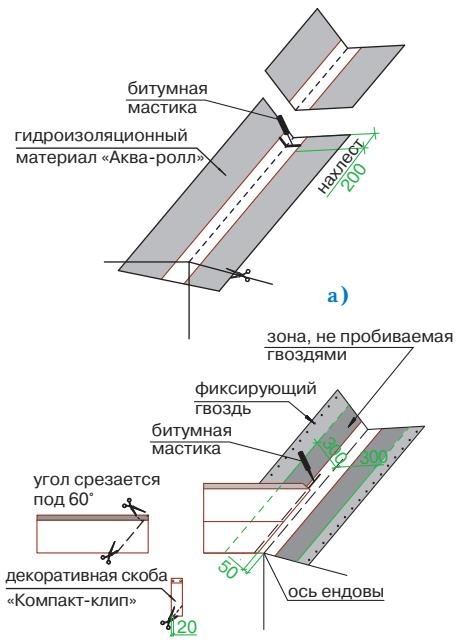

Рис. 3
Ендова (рис. 3)
- ровно по центру ендовой расстилается специальный рулонный материал «Аква-ролл», фиксируется в верхней части двумя гвоздями и обрезается в нижней части по линии карниза (рис. 3а);
2. «Аква-ролл» укладывается с нахлестом 20 см, место нахлеста тщательно обрабатывается битумной мастикой (рис. 3а).
- непосредственно перед укладкой в ендову черепицы, защитная пленка с лицевой стороны «Аква-ролла» снимается и на самоклеящуюся поверхность укладываются листы черепицы, обрезанные в соответствии с заранее отбитыми линиями (рис. 3б).
Внимание: 1. Необходимо также подрезать верхний уголок обрезанного края листа (см. рис. 3в) для правильного стока воды.
2. Крепление обрезанного листа к медной части «Аква-ролла» осуществляется при помощи сплошной полосы битумной мастики (рис. 3б).
4. В случае, если скоба «Компакт-клип» приходится на место обреза листа, можно либо обрезать накладку, оставив минимум 2 см в нижней части (рис. 3в), либо произвести укладку листов без использования накладки.